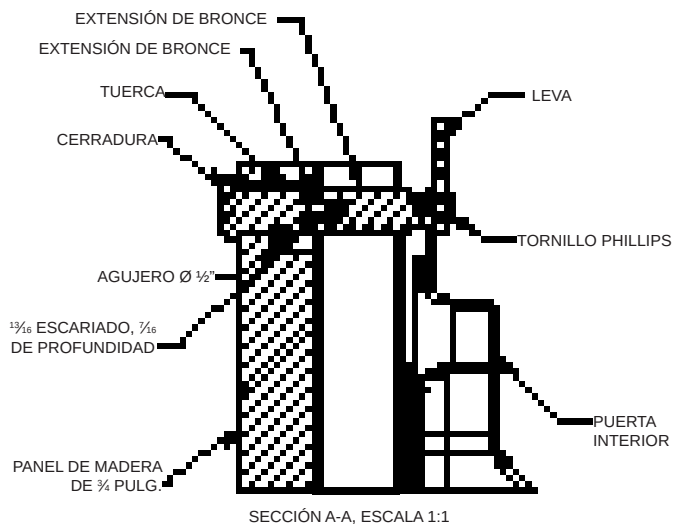
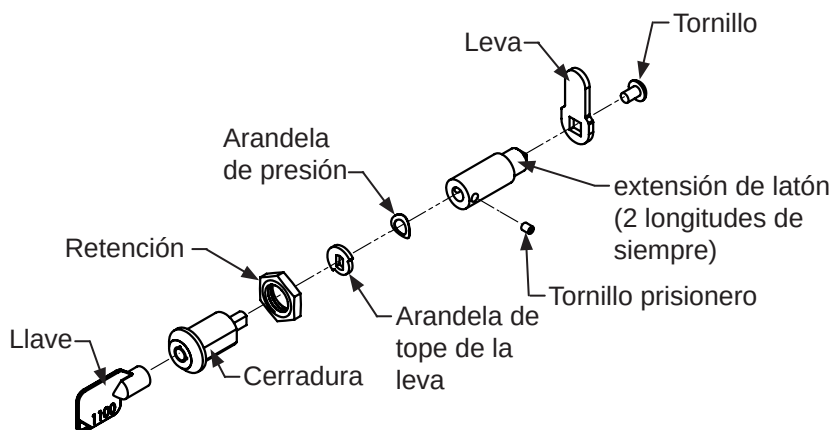

Figura 22
Figura 24
La cerradura se entrega con dos (2) extensiones. Utilice la más larga para paneles decorativos de $\frac{3}{4}$ " de espesor y la más corta para paneles decorativos de $\frac{5}{8}$ " de espesor. Monte la extensión de la cerradura, la arandela de tope de la leva, la arandela de presión y el tornillo prisionero en la cerradura, como se ilustra en las Figura 22 y Figura 24.